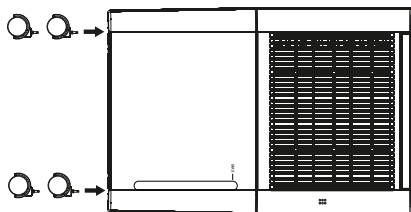

Abb. 1
- ◆ Drücken Sie die Rollen ⑥ in die vier Löcher in der Geräteunterseite, bis sie vollständig einrasten (siehe Abb. 1).